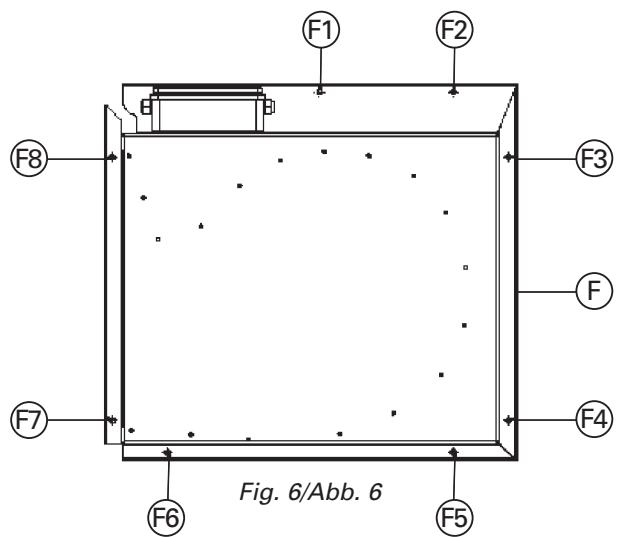
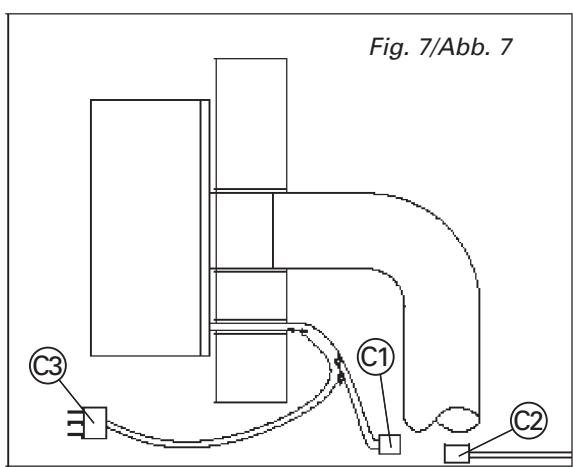

Fig. 6/Abb. 6
Fig. 7/Abb. 7
- 1) Placer la bride supérieure (F) de l'appareil sur le point déterminé pour le fixage, marquer tous les trous prévus pour le fixage (F1...F8), percer et insérer les chevilles fournies. Le diamètre des trous dépend du diamètre des chevilles (cf. fig.6).
Exécuter ensuite les opérations suivantes (cf. fig. 7):
- 1) Apoyar la brida superior (F) del aparato sobre el punto establecido para la fijación, señalizar todos los agujeros previstos para el montaje (F1...F8), agujerear y poner los tacos incluidos. El diámetro del agujero depende del diámetro de los tacos (ver fig. 6). Seguir sucesivamente las siguientes operaciones (ver fig. 7)
- 6) Fijar el aparato sin el cárter externo de acero, previamente separado del aparato, teniendo cuidado de alinear los agujeros de la brida superior (F) del aparato con los agujeros que se han hecho previamente en la pared. Atornillar utilizando los tornillos incluidos.